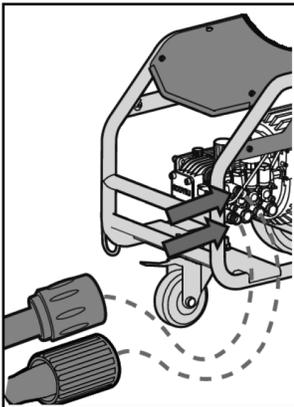

Рис. 6
4. Подключите всасывающий шланг и шланг высокого давления (в/д) к мойке (рис. 6).